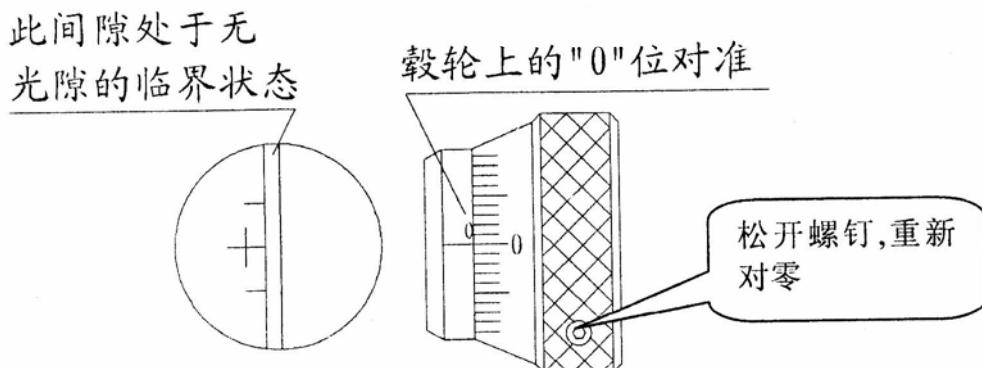

图7
- 5.1.7 目镜的零位在出厂时已调准，使用中可能会有误差，应定期校准零位，出现误差时及时调整。方法：转动齿轮，使两刻线内侧边缘无限接近，刻线间的透光缝逐渐减少，趋于无间隙的临界状态时，右齿轮“0”位应对齐。若“0”位不齐则松开螺钉，对齐后在旋紧螺钉(图7)。